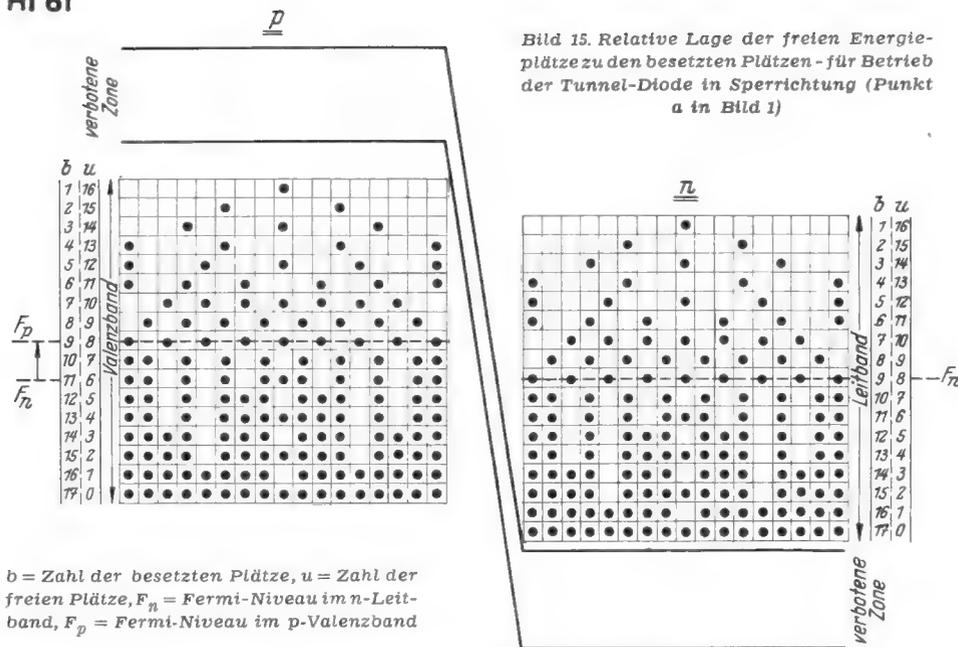

Bild 15. Relative Lage der freien Energieplätze zu den besetzten Plätzen - für Betrieb der Tunnel-Diode in Sperrrichtung (Punkt a in Bild 1)
6. Tunnel-Diode in Sperrrichtung (Bild 15)
Elektronenstrom von p nach n mit steigender Spannung größer, für den Elektronenstrom von n nach p kleiner. Die Differenz beider Ströme wird nach außen wirksam, d. h. der Strom außen steigt mit steigender Spannung von Null aus kontinuierlich an. Er fließt jedoch in umgekehrter Richtung. Vergleicht man die Bilder 11, 13, 14 mit Bild 15, so sieht man, daß bei Betrieb in Durchlaßrichtung der Elektronenstrom von der n- zur p-Schicht, bei Betrieb in Sperrrichtung der Strom von der p- zur n-Schicht überwiegt. Ein Sperrereffekt wie bei normalen Dioden ist wegen des schon bei fehlender äußeren Spannung vorhandenen Tunnel-Effekts im Nullpunkt nicht vorhanden.